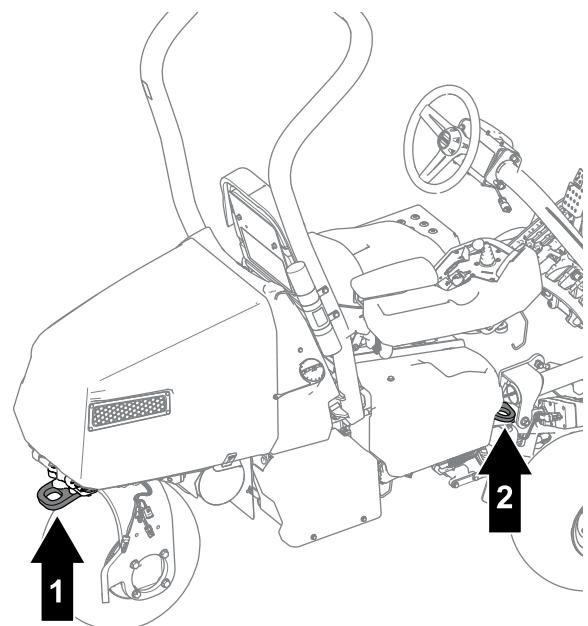

Figura 32
- Fissate saldamente la macchina in basso utilizzando cinghie, catene, cavi o corde. Sia la cinghia anteriore, sia quella posteriore dovranno essere rivolte verso il basso e all'esterno rispetto alla macchina (Figura 32).